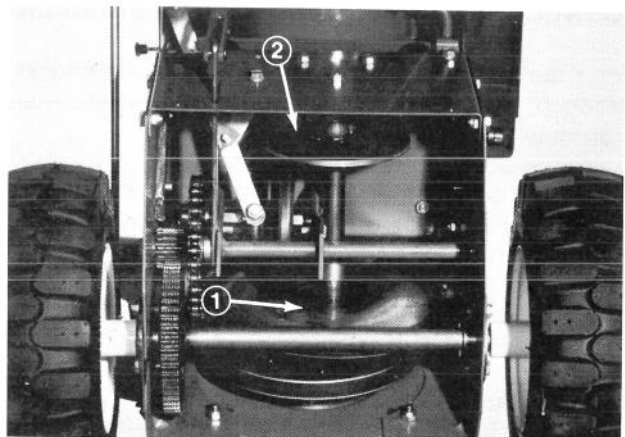

Abb. 36
5. Die gummierte Scheibe muss oben und unten gleichen Abstand von der Reibscheibe und Riemenscheibe haben (Abb. 36). Wenn der Abstand gleich ist, und antriebskontrolle jedoch nicht richtig funktioniert, wenden sie sich an ihrem kundendiensthändler. Bei ungleichem Abstand mit Schritt 6 weitermachen.